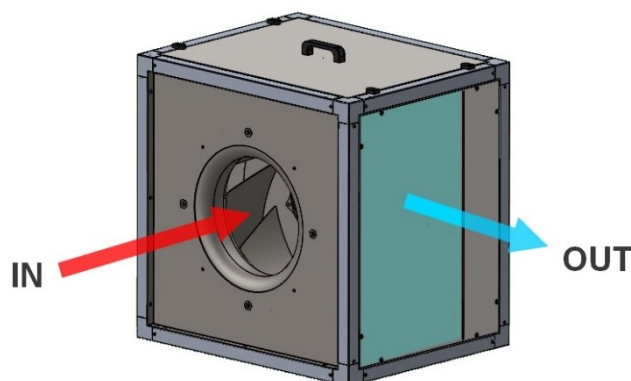

Abbildung 1:
- Schließen Sie den Absaugkanal am vorderen Mundstück an. Verbinden Sie den Auszugskanal an einer Seitenplatte in dem durch das Band begrenzten Bereich (siehe Abbildung 1).